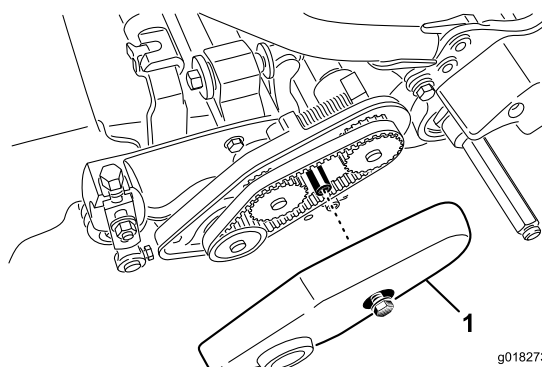

Рисунок 45
2. Выверните болт с буртиком, который крепит крышку ремня, и снимите крышку ремня, чтобы открыть ремень (Рисунок 45).